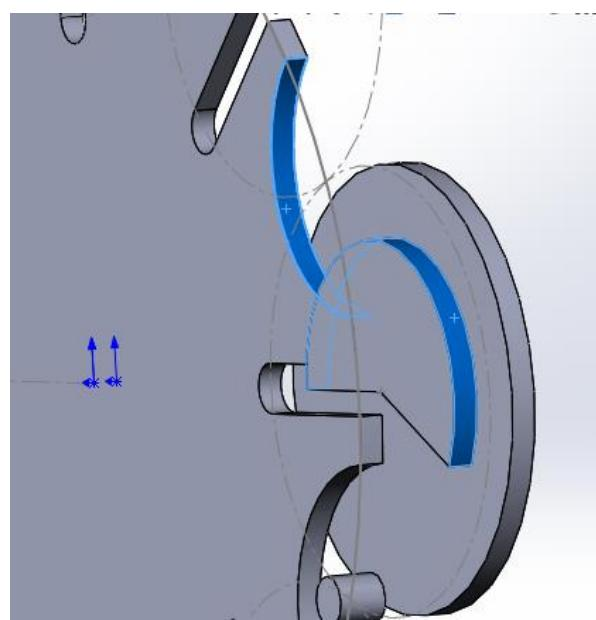

Рис. 6.10. Накладання спряження **Концентричність**
2.2. Встановіть спряження **Концентричність** для поверхонь деталей «Зірка» та «Поводок», як показано на рис. 6.10.